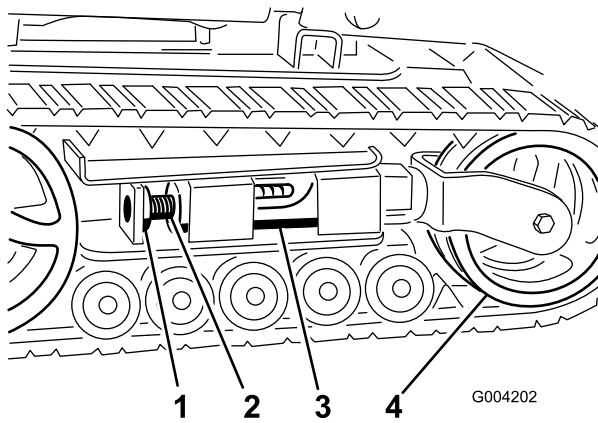
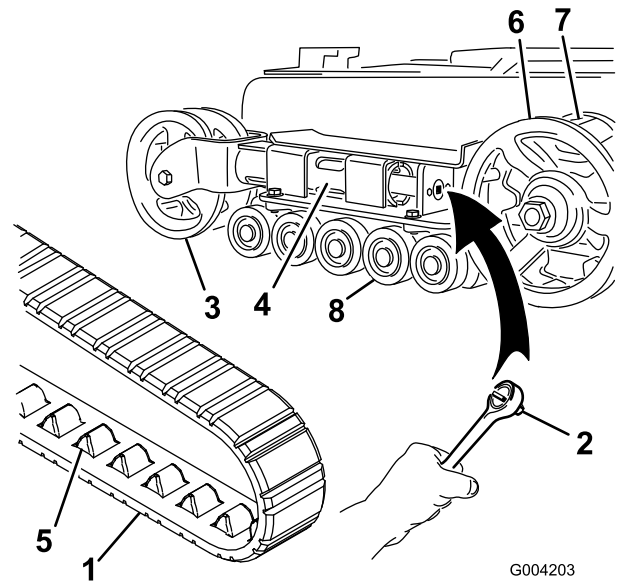
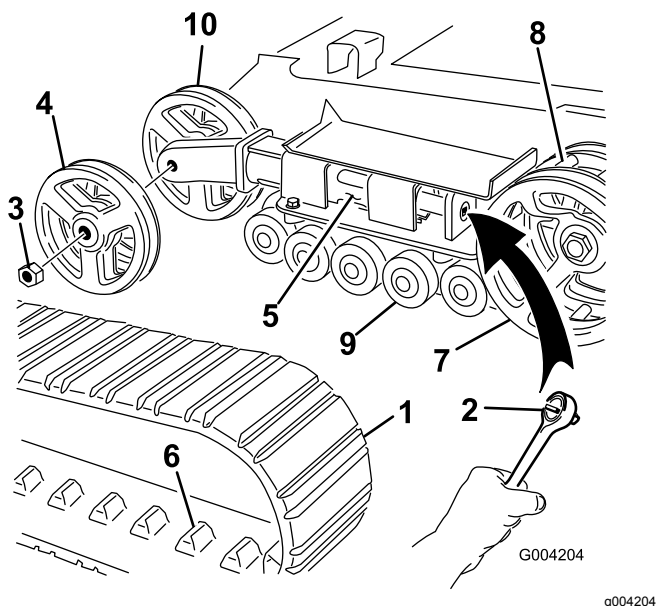

Figure 47
Figure 48
Figure 49
4. Enlevez le boulon et l'écrou de blocage (Figure 47).
- Alignez l'encoche la plus proche dans la vis de tension avec le trou du boulon de blocage, et fixez la vis avec le boulon et l'écrou de blocage (Figure 47).
- Poussez la roue de tension vers l'arrière de la machine pour appuyer le tube de tension contre le cadre (Figure 48).
- Lorsque la chenille est déchaussée, retirez-la du pignon d'entraînement et des galets de roulement (Figure 48).
- Pour installer la chenille neuve, commencez par l'enrouler autour du pignon, en veillant à ce que les crampons s'engagent correctement entre les dents du pignon (Figure 48).
- Poussez la chenille sous et entre les galets de roulement (Figure 48).
Remarque: Les chenilles sont de type étroit si les roues de tension avant sont montées à l'intérieur d'une chape au bout du tube de tension (Figure 48).
- Enlevez le boulon et l'écrou de blocage (Figure 47).
- À l'aide d'un rochet de 1/2 pouce, tournez la vis de tension dans le sens horaire pour détendre la transmission (Figure 47 et Figure 48).
Remarque: Les chenilles sont de type large si les roues de tension avant sont montées sur les côtés au bout du tube de tension (Figure 49).
5. À l'aide d'un rochet de ½ pouce, tournez la vis de tension dans le sens horaire pour détendre la transmission (Figure 47 et Figure 49).
6. Poussez la roue de tension vers l'arrière de la machine pour appuyer le tube de tension contre le cadre (Figure 49).
7. Retirez l'écrou de fixation de la roue de tension extérieure et déposez la roue (Figure 49).
8. Déposez la chenille (Figure 49).
9. Retirez l'écrou de fixation de la roue de tension intérieure et déposez la roue (Figure 49).
13. Posez la roue de tension intérieure et fixez-la avec l'écrou retiré précédemment (Figure 49).
15. Posez la chenille neuve en prenant soin que les crampons s'engagent entre les dents au centre du pignon (Figure 49).
16. Posez la roue de tension extérieure et fixez-la avec l'écrou retiré précédemment (Figure 49).
6. Placez le chapeau de galet de roulement sur la tête du boulon (Figure 48).
7. Fixez le chapeau avec le circlip (Figure 48).